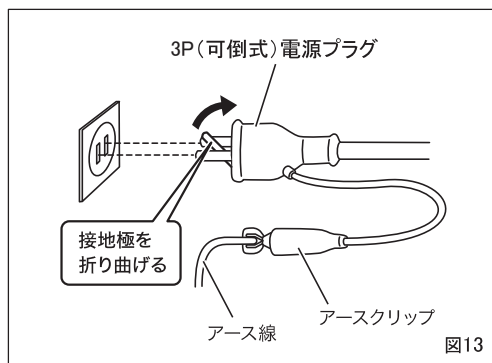

図13
7. 使用する電源について (図13)
- ・アースは、接地極のある電源コンセントに 3P (可倒式) 電源プラグを差し込んで行ってください。接地極のない電源コンセントに接続するときは、接地極を折り曲げて電源コンセントに差し込み、アースクリップを使用してください。(図 13)